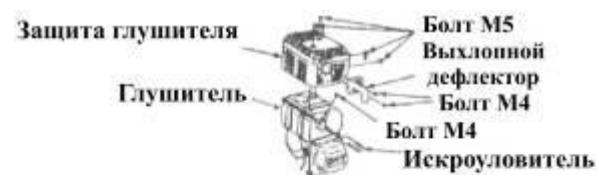

Рис.30
- а) Открутите гайки M4 и извлеките выхлопной дефлектор из корпуса. (Рис. 30);